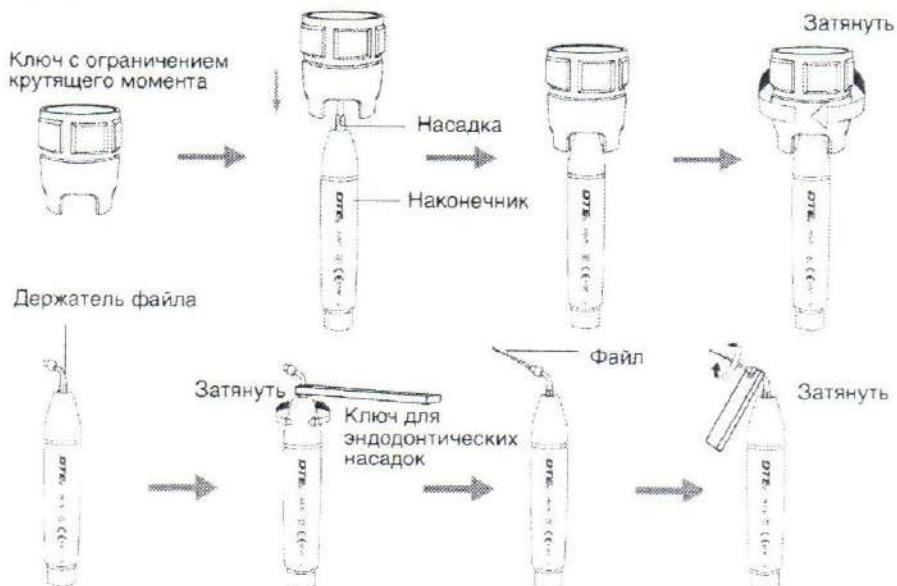

Рис. 4
1. Поместите насадку в ключ с ограничением крутящего момента, как показано на рис. 4.
2. Установка и снятие насадок показаны на рис. 4.
- I. Установка насадки для снятия зубного камня: держа наконечник, вращайте инструмент ключом по часовой стрелке, как показано на рис. 4. Сделайте еще два оборота после остановки инструмента для правильной установки.